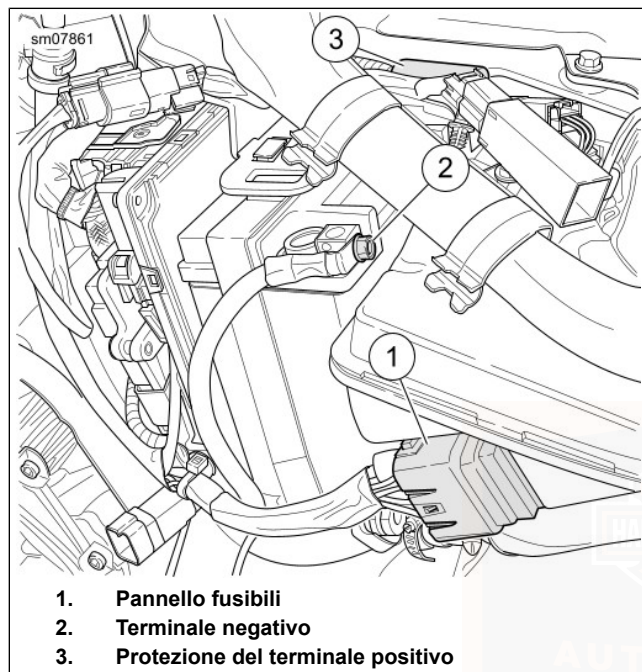
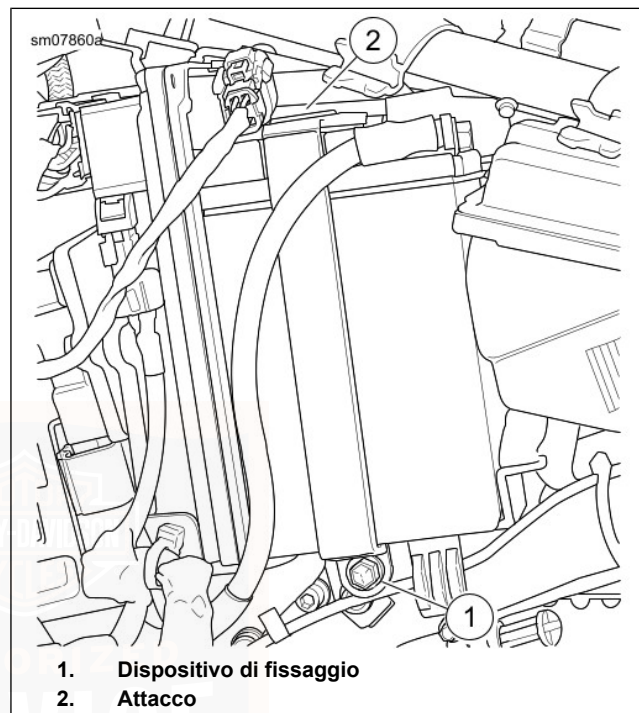

Figura 65. Vano della batteria
Figura 66. Cinghia della batteria
3. Vedere Figura 65. Tirare il pannello fusibili (1) da una parte.
5. Scollegare il cavo negativo della batteria dal terminale della batteria (2).
6. Sollevare la protezione di gomma che copre il terminale positivo della batteria (3). Scollegare il cavo positivo della batteria.
7. Vedere Figura 66. Rimuovere il dispositivo di fissaggio della cinghia della batteria (1).
8. Sganciare la cinghia della batteria dall'attacco per il vassoio (2) sulla parte superiore della batteria.